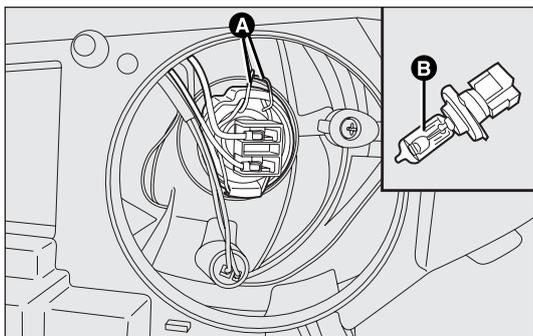

fig. 152
- sganciare le mollette fermalampada A-fig. 152;
- estrarre la lampada B-fig. 152 dal connettore e sostituirla;